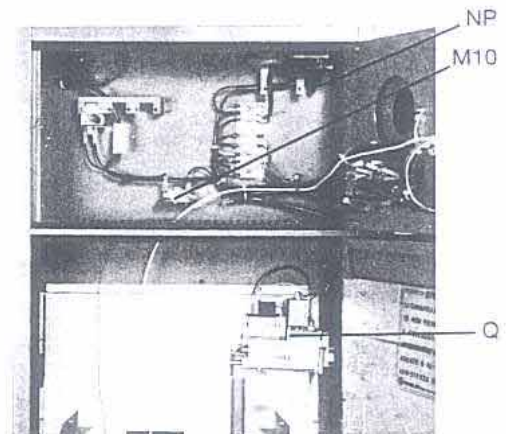

fig. 3 - Vista quadro elettrico porta strumenti
- h) Nel caso di ostruzione del condotto di aspirazione, di quello di mandata fumi, o nel caso di mancato funzionamento o mal funzionamento dell'aspiratore interviene un pressostato differenziale (NP) che provoca l'arresto della valvola gas (Q) interrompendo così l'afflusso di gas al bruciatore. (vedi fig. 3)